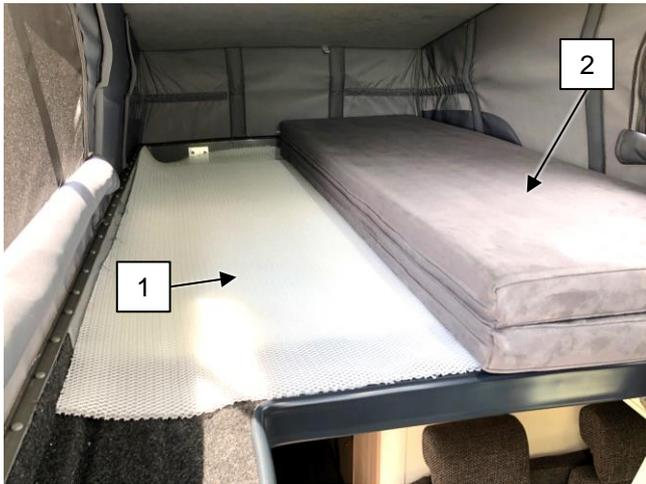

Abb. 10-1: Aufbau des Dachbettes
- Zuerst die Netzunterlage (s. Abb. 10-1,1) in den Schlafbereich legen.
- Die Matratze (2) zusammengefaltet durch den Durchstieg in den Schlafbereich bringen.